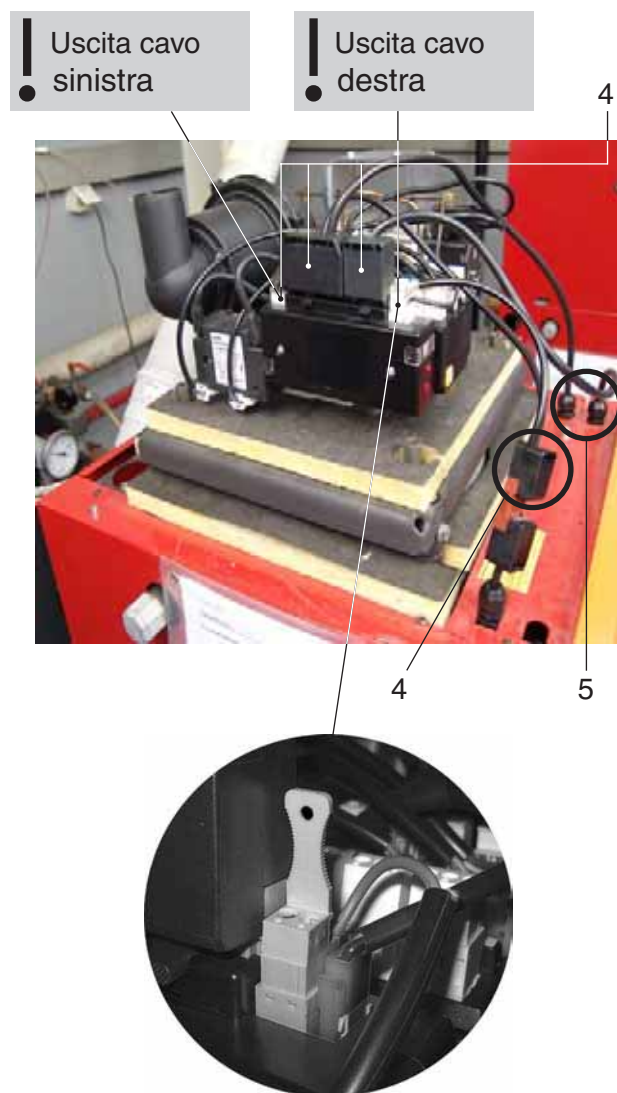

Fig. 08
9. Realizzare i collegamenti a spina (4, fig. 08). Continuare a estrarre i cavi dei connettori svitando i collegamenti a vite PG(5).